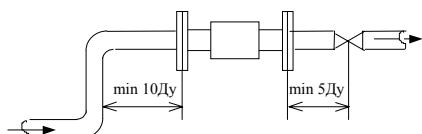

Рисунок 4
- гидравлические сопротивления, искажающие поток (насосы, вентили, задвижки, колена и т.п.) должны устанавливаться на расстоянии не менее 10 Ду до ППР и 5 Ду после ППР (см. рисунок 4). Допускается установка и эксплуатация полнопроходных шаровых кранов на расстоянии 5 Ду до ППР и 3 Ду после при полностью открытом положении крана исключая во время эксплуатации его неполное открытие.